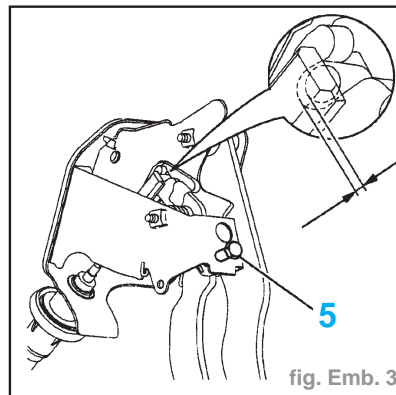

fig. Emb. 3
- Contrôler la présence d'un jeu (X) mini (fig. Emb. 3).
- Si ce n'est pas le cas : intervenir sur la vis (5).